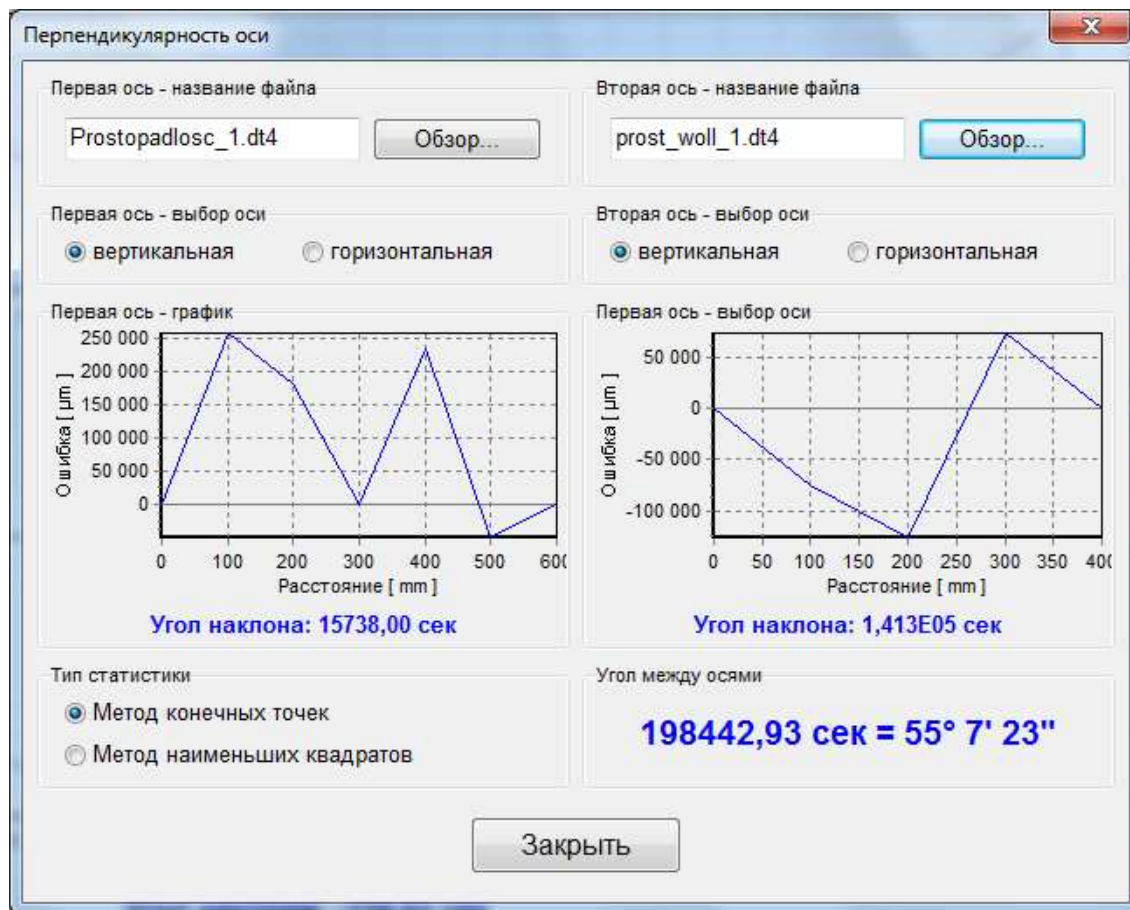

РИС.7.21. РЕЗУЛЬТАТЫ ИЗМЕРЕНИЯ ПЕРПЕНДИКУЛЯРНОСТИ
->**Перпендикулярность**. Вид окна показан на рис.7.21.